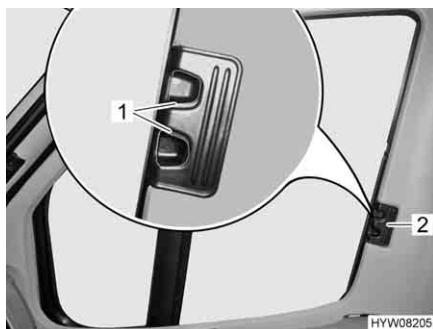
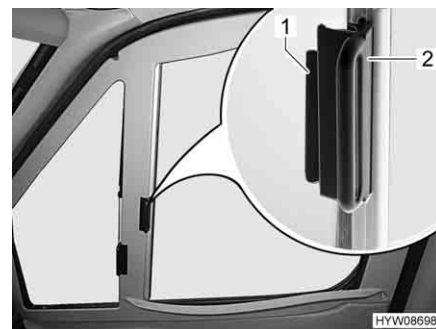

Fig. 22 Tendina oscurante pieghevole (finestrino del conducente/passeggero, Fiat)
Fig. 23 Tendina oscurante pieghevole (finestrino del conducente/passeggero, Mercedes-Benz)
- A seconda del tipo di tendina oscurante, premere e tenere premute le levette di bloccaggio (Fig. 22,1).
- Con la levetta (Fig. 22,2 o Fig. 23,2) tirare le tendine oscuranti pieghevoli per il finestrino del guidatore e del passeggero verso l'altro lato della finestra e congiungerle alle strisce magnetiche.
- Inserire fino all'arresto le tendine oscuranti pieghevoli per il finestrino del guidatore e del passeggero per la maniglia (Fig. 22,2 o Fig. 23,2).
- Rilasciare le levette di bloccaggio (Fig. 22,1) e farle innestare, oppure spingere l'impugnatura (Fig. 23,2) fino al sopralzo (Fig. 23,1).